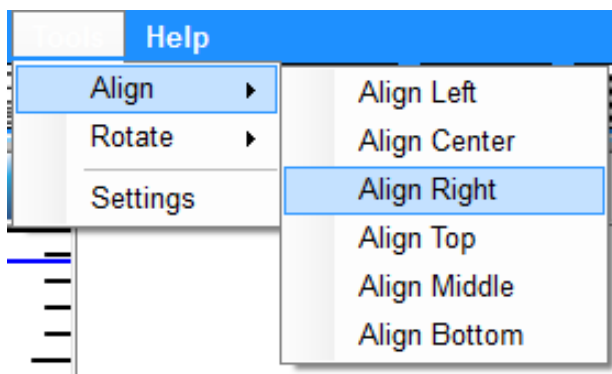

Рис. 4.13. Функции подменю «Align» («Выравнивание»)
**Функция «Align» («Выравнивание»):** Шесть вариантов выравнивания выбранных элементов: «Align Left» («По левому краю»), «Align Center» («По центру»), «Align Right» («По правому краю»), «Align Top» («По верхнему краю»), «Align Middle» («По середине»), «Align Bottom» («По нижнему краю»). (См. Рис. 4.13).